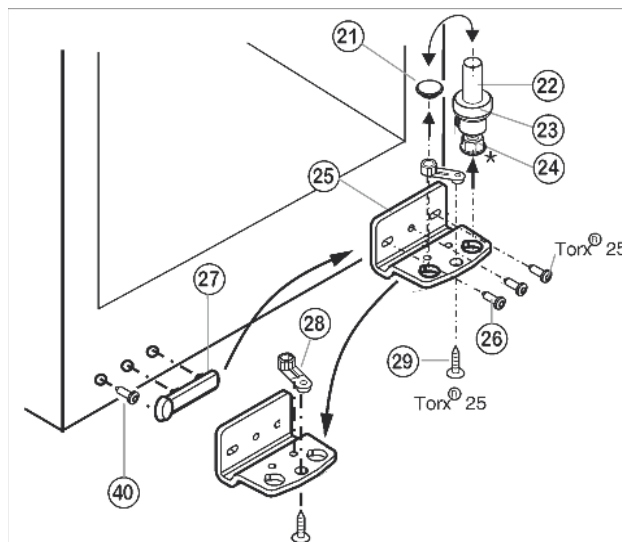

Fig. 5
- Извлеките опорный винт Fig. 5 (22) в комплекте с шайбой Fig. 5 (23) и регулируемой опорой* Fig. 5 (24), вытягивая его вверх.
- Снимите пробку Fig. 5 (21).
- Открутите Fig. 5 (26) опорный кронштейн Fig. 5 (25).
- Открутите Fig. 5 (29) опорную деталь Fig. 5 (28) и, переставив в отверстие на противоположной стороне опорного кронштейна, снова прикрутите.
- Осторожно снимите и переставьте на противоположную сторону крышку со стороны ручки Fig. 5 (27) и винт Fig. 5 (40).
- Снова прикрутите опорный кронштейн Fig. 5 (25) на новой стороне шарнира (с моментом 4 Нм). При необходимости используйте аккумуляторный шуруповёрт.
- Переставьте пробку Fig. 5 (21) в свободное отверстие.
- Вновь установите опорный винт Fig. 5 (22) в комплекте с шайбой и регулируемой опорой*. При этом фиксатор должен быть направлен назад.
- Извлеките пробку (33) из опорной втулки дверцы и переставьте.
- Снимите и переставьте на противоположную сторону дверную ручку (32), пробку (33) и прижимные пластины* (34).
- Установите дверцу сверху на нижний опорный палец Fig. 5 (22).
- Установите верхний опорный кронштейн (12) на новой стороне шарнира и защелкните в дверце.
- Прикрутите верхний опорный кронштейн (12) (с моментом 4 Нм) (2 шт. Torx® 25) (13). При необходимости проделайте отверстия или используйте аккумуляторную отвертку.
- Защёлкните крышку (10) и крышку (11) на противоположной стороне.
- При необходимости выровняйте дверцу через два продольных паза в нижнем опорном кронштейне Fig. 5 (25) параллельно корпусу устройства. Для этого выкрутите средний винт.